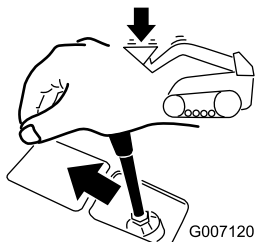

Figure 25
2. Abaissez le bras de chargeuse (Figure 25).